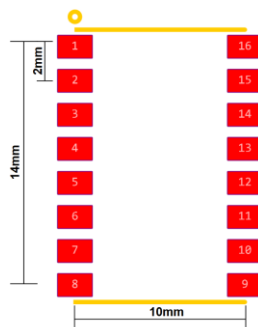

图 2 SMD_2.0_16 封装设计图
在嘉立创 EDA 专业版环境下新建一个封装，将其命名为 SMD_2.0_16，按照图 2 给出的尺寸设计封装，设计完成后保存封装。
- 按照图 2 排列 1-16 引脚顺序，整体封装不可以旋转。